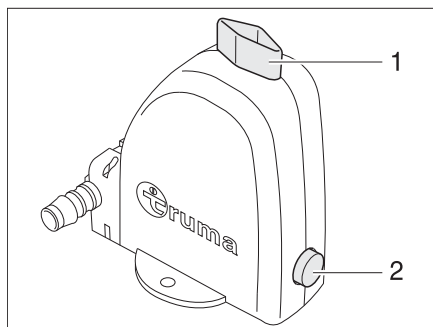

Fig. 107 Valve de sécurité et de vidange du chauffe-eau
Le chauffe-eau est équipé d'une valve de sécurité et de vidange (Figure 107). La valve de sécurité et de vidange empêche que l'eau ne gèle dans le chauffe-eau lorsque le chauffage n'est pas allumé en cas de gel. La valve de sécurité et de vidange est installée près du chauffage.
- Fermer la valve de sécurité et de vidange. A cet effet, tourner le bouton rotatif (Figure 107,1) transversalement à la valve de sécurité et de vidange et enfoncer le bouton-poussoir (Figure 107,2).
- Ouvrir la valve de sécurité et de vidange. Tourner le bouton rotatif (Figure 107,1) parallèlement à la valve de sécurité et de vidange. Le bouton-poussoir (Figure 107,2) ressort. Le chauffe-eau est vidé à l'extérieur par le biais de la valve de sécurité et de vidange.